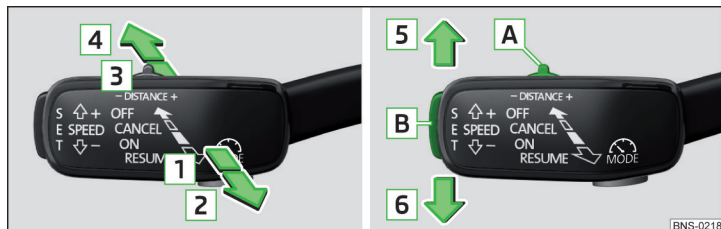

Fig. 276 Palanca de mando
» fig. 276
- Presionar la tecla **SET** » fig. 276 de la pág. 245.
- **o:** Ajustar la palanca en la posición con resorte **RESUME** » fig. 276 de la pág. 245.
- Ajustar la palanca en la posición con resorte **CANCEL** » fig. 276 de la pág. 245.
La velocidad deseada se ajusta o se cambia con la palanca de mando » fig. 276 de la pág. 245.
➤ Ajustar el conmutador **DISTANCE** en la posición con resorte – o + » fig. 276 de la pág. 245.
Se puede interrumpir una aceleración en todo momento pisando el pedal de freno o pulsando el punto de presión **CANCEL** en la palanca de mando » fig. 276 de la pág. 245.